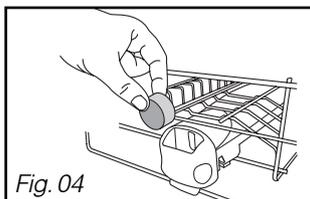

Fig. 04
• As pastilhas “multifunções” ou clássicas (Fig 04 e 05)
- Colocar a pastilha no compartimento exterior (Fig 04),